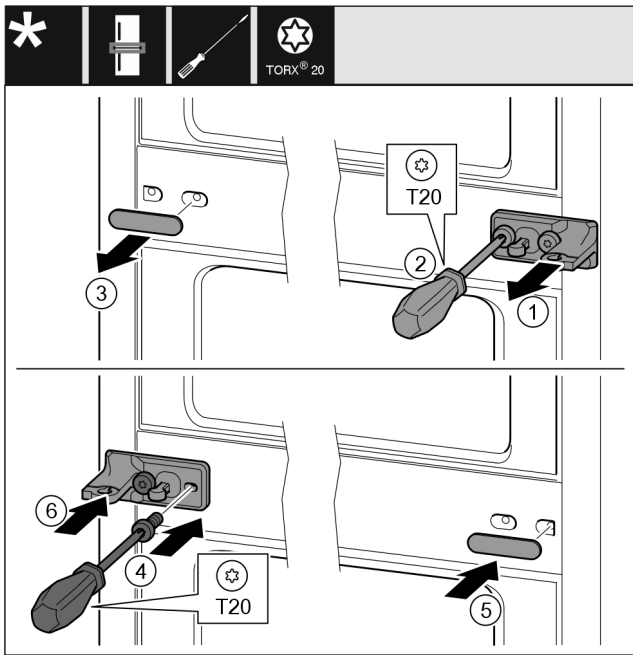

Fig. 11
- ▶ Зніміть перстину. Fig. 11 (1)
- ▶ Викрутіть гвинти за допомогою викрутки T20. Fig. 11 (2)
- ▶ Обережно зніміть кришку. Fig. 11 (3)
- ▶ Опорний кронштейн із плівкою, повернутий на 180°, закріпіть гвинтами з іншого боку. Fig. 11 (4)
- ▶ Кришку, яка повернута на 180°, розмістіть з іншого боку. Fig. 11 (5)
- ▶ Встановіть перстину спереду. Fig. 11 (6)